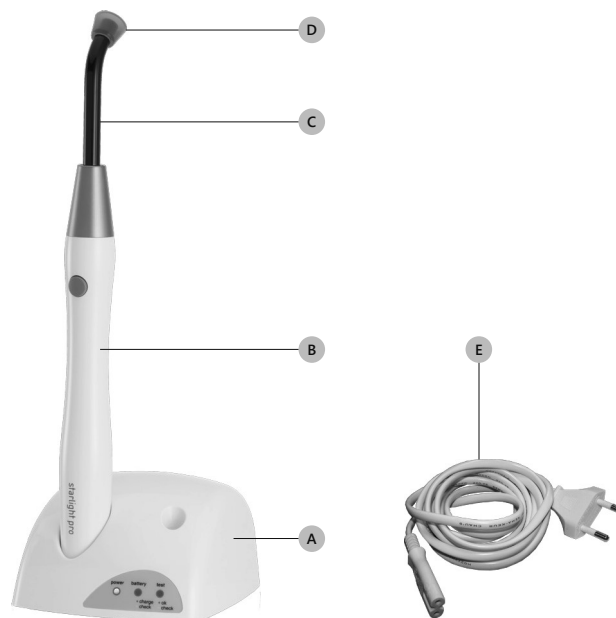
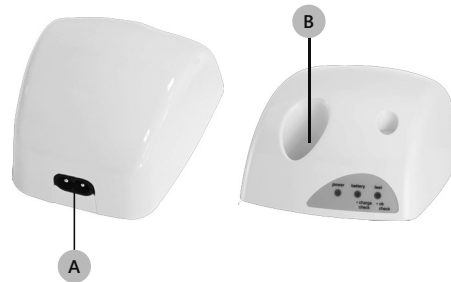

Abbildung 4 – Liste der Komponenten
Abbildung 5 – Ladestation.
ⓘ ACHTUNG: Laden Sie die Batterie nur mit der Mectron-Ladestation auf (*Abbildung 4 auf Seite 8 - Bez. A*). Versuchen Sie nicht, mit einem allgemeinen Batterieladegerät aufzuladen. Explosions- und Brandgefahr.
Bitte beziehen Sie sich auf Abbildung 4 auf Seite 8:
⚠ GEFAHR: Führen Sie keine Metallgegenstände in den Handstückhalter der Ladestation (Abbildung 5 auf Seite 10 - Bez. B) ein und stecken Sie Ihre Finger nicht ein, wenn das Gerät eingeschaltet ist.
2. Stecken Sie das Stromversorgungskabel (Abbildung 4 auf Seite 8 - Bez. F) in den Anschluss auf der Rückseite des Geräts (Abbildung 5 auf Seite 10 - Bez. A) und dann in die Wandsteckdose. Die grüne "Power"-LED leuchtet auf (Tabelle 1 auf Seite 11 - Bez. A).
1. Das Handstück in das Gehäuse der Ladestation einsetzen (Abbildung 5 auf Seite 10-Bez. B). Die grüne LED der Batterie leuchtet auf (Tabelle 1 auf Seite 11 - Bez. B).